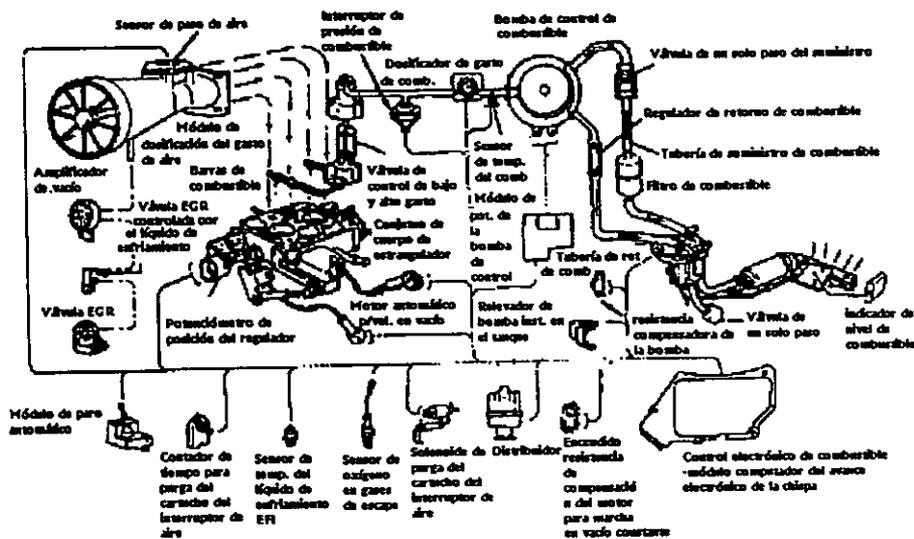

FIG. 11.2 SISTEMA DE MANDO CHRYSLER PARA COMBUSTIBLE, AIRE Y ENCENDIDO.
**Sistema de mando del combustible, el aire y el encendido (Fig. 11.2).**